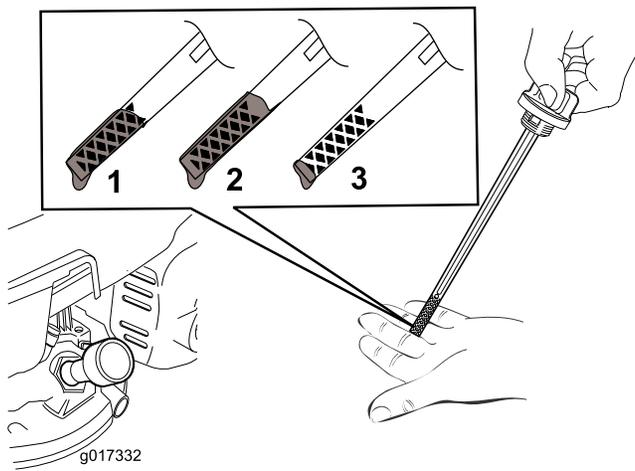

Рисунок 21
**Примечание:** Заливайте масло в картер двигателя до достижения требуемого уровня по масломерному щупу, как показано на Рисунок 21. В случае перелива слейте некоторое количество масла из двигателя, как описано в 5.